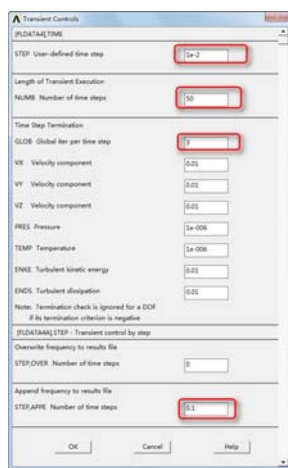

图 7-26 “Transient Controls” 对话框
④单击“OK”按钮会弹出“Transient Controls”对话框，如图 7-26 所示，在“STEP User-defined time step”输入框输入 1e-2，在“NUMB Number of time steps”输入框输入 50，在“GLOB Global iter per time step”输入框输入 3，在“PRES Pressure”输入框输入 1e-6，在“STEP, APPE Number of time steps”输入框输入 0.1，单击“OK”按钮关闭该对话框。